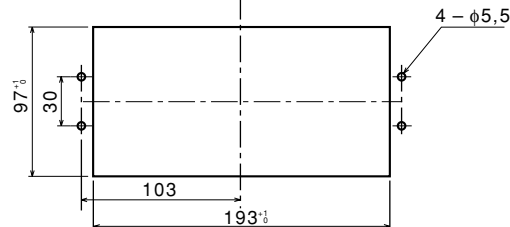

Abb. 2
- Zum Einbau der Anzeigeeinheit in die Schalttafel eine Öffnung mit den angegebenen Abmessungen ausschneiden. (Siehe Abb. 2.)